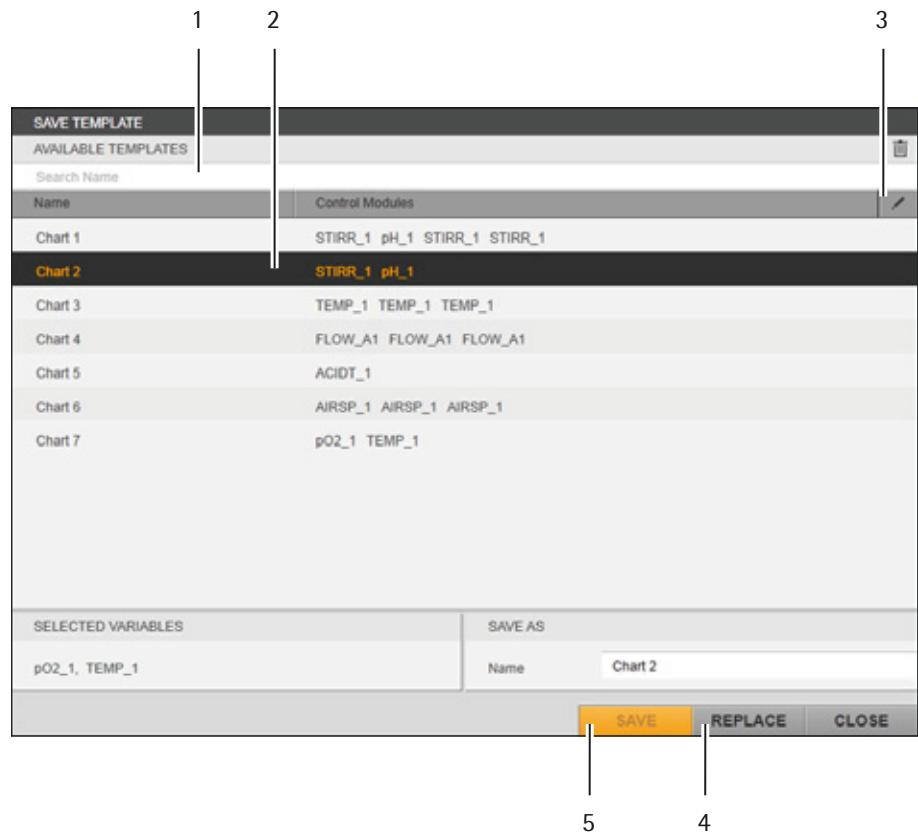

Abb. 7-11: Menü Chartvorlagen-Verwaltung
- ▷ Das Menü „SAVE TEMPLATE“ wird eingeblendet (siehe „Abb. 7-11: Menü Chartvorlagen-Verwaltung“, Seite 123).